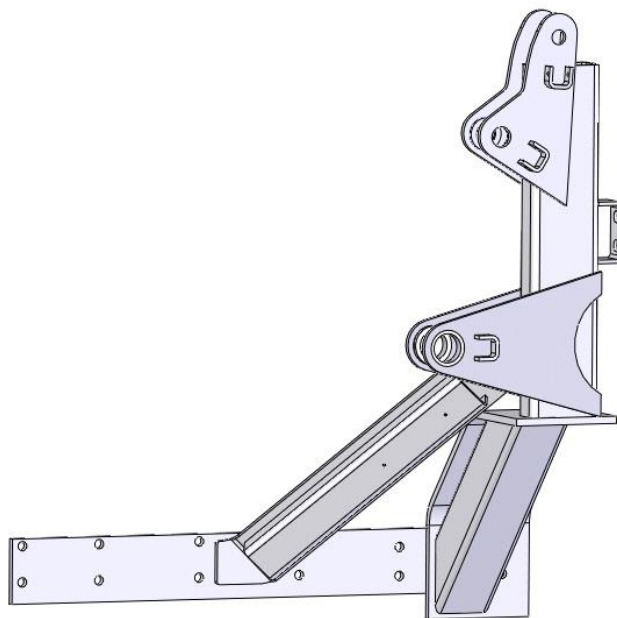

Рис. 5
4.1.1. Панели на МТЗ-320 (Рис.5).